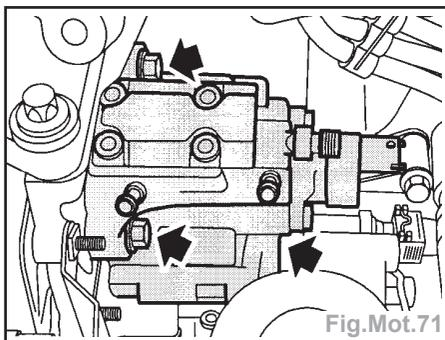

Fig.Mot.71
- Enlever les 3 écrous (flèches) et déposer la pompe à carburant. Jeter le joint (Fig.Mot.71).